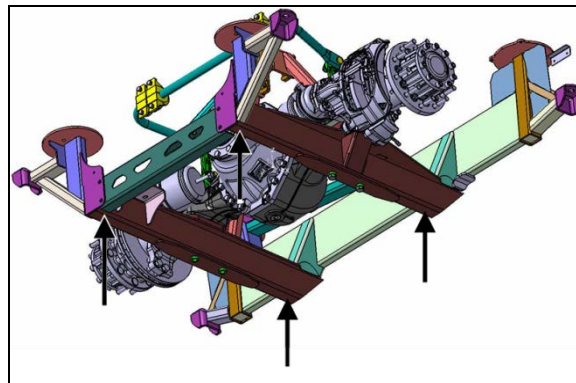

FIGURE 13: SOUTENIR LE CHÂSSIS AUXILIAIRE D'ESSIEU AUX QUATRE EMBLEMES ILLUSTRÉS
8. Poser les chandelles sous le châssis auxiliaire de l'essieu moteur aux quatre emplacements illustrés à la FIGURE 13.